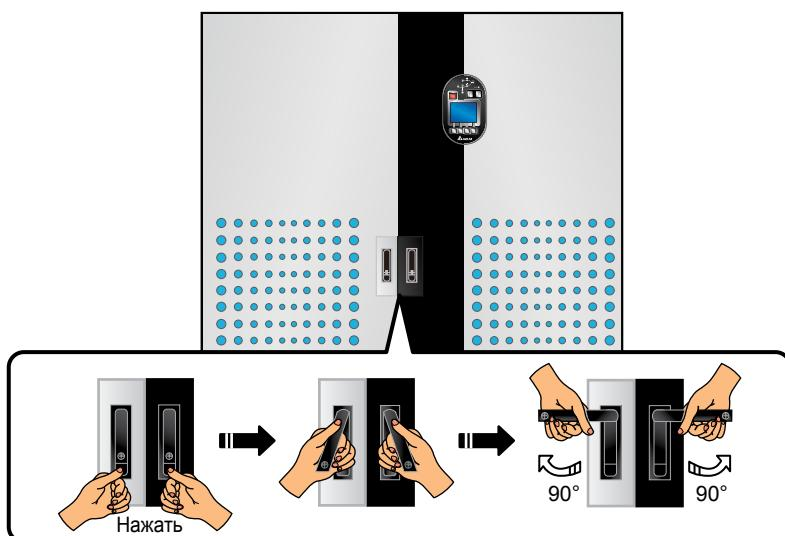

Рис. 2-3. Вид спереди и ручки на дверцах
- **Дверцы:** спереди на шкафу имеется две дверцы с ручками. На правой дверце находится панель управления. На Рис. 2-3 показано, как открыть эти дверцы.